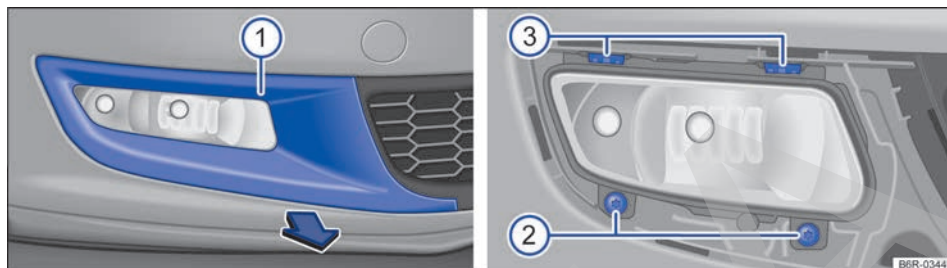
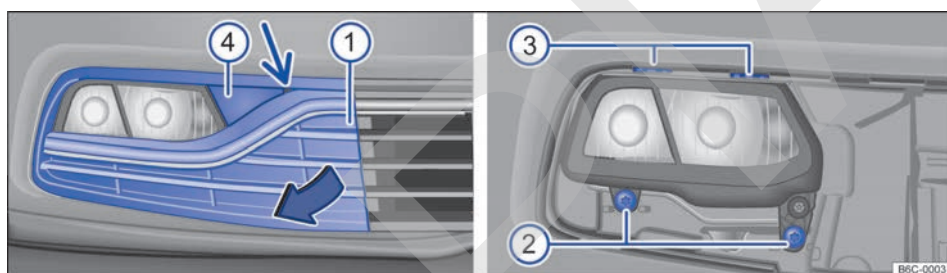

Fig. 154 En el lado derecho del paragolpes delantero: desmontaje de la cubierta y del faro (variante 1).
Fig. 155 En el lado derecho del paragolpes delantero: desmontaje de la cubierta y del faro (variante 2).
- ① Tenga en cuenta la lista de comprobación y lleve a cabo las operaciones descritas en ella → pág. 174.
- ② Saque el destornillador con la punta Torx y el gancho de alambre del juego de herramientas de a bordo del maletero → pág. 169.
- ③ Introduzca el gancho de alambre en el rebaje de la cubierta ①, tire de la cubierta hacia delante, en el sentido de la flecha, y retírela.
- ④ **Variante 2:** Tire del embellecador → fig. 155 ④ hacia delante y retírelo (flecha pequeña).
- ⑤ Desenrosque los tornillos de fijación ② con el destornillador.
- ⑥ **Variante 1:** Desencastre las guías → fig. 154 ③ presionando ligeramente sobre las pestañas de encastre.
- ⑦ **Variante 2:** Sujete el faro por abajo.
- ⑧ Extraiga el faro un poco hacia delante.
- ⑧ Desacople el conector eléctrico correspondiente de la parte trasera del faro presionando para ello sobre el conector en dirección a la carcasa del faro y, **al mismo tiempo**, presione sobre la pestaña de encastre del conector para desbloquearlo. A continuación, retire el conector del faro.
- ⑨ Gire el portalámparas correspondiente en el sentido de la flecha **UNLOCK** o en el sentido contrario al de las agujas del reloj, hasta el tope, y extraígalo junto con la lámpara hacia atrás.
- ⑩ Sustituya la lámpara averiada por otra nueva del mismo tipo.
- ⑪ Coloque el portalámparas en el faro y gírelo en el sentido de la flecha **LOCK** o en el sentido de las agujas del reloj hasta el tope. Asegúrese de que el portalámparas haya quedado montado correctamente.
- ⑫ Acople el conector en cuestión al portalámparas correspondiente. El conector eléctrico debe encastrar de forma audible → ⚠.
- 13 **Variante 1:** Coloque el faro. Coloque el faro primero en el interior y, a continuación, introdúzcalo en las guías superiores → fig. 154 ③ hasta que encastre visiblemente. Para ello tenga en cuenta los rebajes que hay en el paragolpes.
- 14 Presione el faro hacia atrás y enrosque firmemente los tornillos de fijación ② con el destornillador.
- 16 Coloque la cubierta ① en el paragolpes y presiónela hacia dentro → ①. A continuación, compruebe que haya quedado montada correctamente.